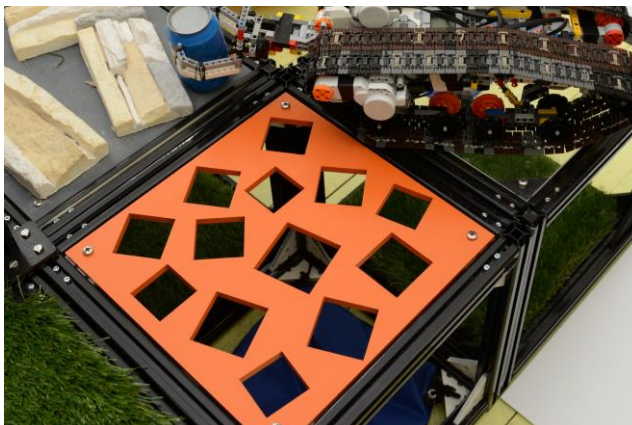

Рисунок 9 - «Решето»
- 1.5.8. **Решето** – участок представляющий собой фанерную площадку с прямоугольными отверстиями (рисунок 9). Габариты площадки 340x340x10.
- 1.5.9. **Наклонная поверхность** с углом наклона 30°, обитая поролоном. (рисунок 9).